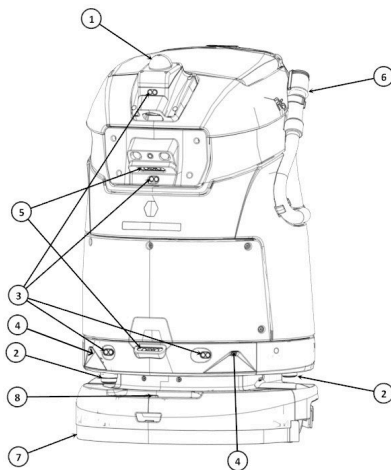

Figura 1
1. LiDAR 3D (Figura 1)
2. LiDAR 2D (Figura 1)
3. Sonar (Figura 1)
4. Senzor ToF (Figura 1)
5. Cameră de profunzime (Figura 1)
6. Furtun de golire rezervor apă murdară (Figura 1)
7. Fustă frontală (Figura 1)
8. Zăvor de eliberare capac cap de curățare (Figura 1)